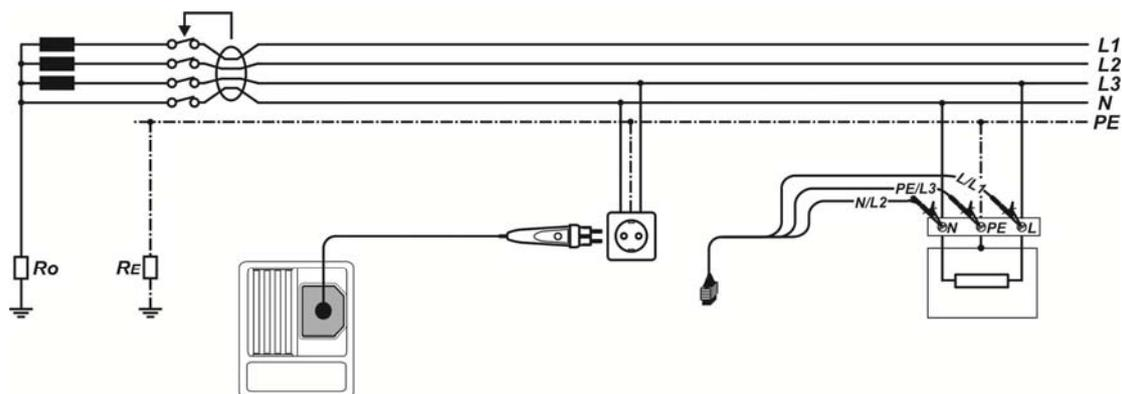

Abbildung 5.17: Anschluss des Commander-Prüfsteckers und der Dreileiter-Prüfleitung
- Schließen** Sie die Prüfleitungen an den Prüfling **an** (siehe Abbildung 5.17).
- Schließen** Sie die Prüflleitungen an den Prüfling **an** (siehe Abbildung 5.17).
- Schließen** Sie die Prüflitungen an den Prüfling **an** (siehe Abbildung 5.17).
<ul style="list-style-type: none"> <input type="checkbox"/> Wählen Sie mit dem Funktionswahlschalter die Funktion F1/RCD. <input type="checkbox"/> Mit den Tasten AUFWÄRTS/ABWÄRTS wählen Sie die Unterfunktion AUTO. <input type="checkbox"/> Stellen Sie (im Bedarfsfall) die Prüfparameter ein. <input type="checkbox"/> Schließen Sie das Prüfkabel an das Gerät an. <input type="checkbox"/> Schließen Sie die Prüfleitungen an den Prüfling an (siehe Abbildung 5.17). <input type="checkbox"/> Drücken Sie die Taste TEST, um die Messung durchzuführen. 	Start der Prüfung